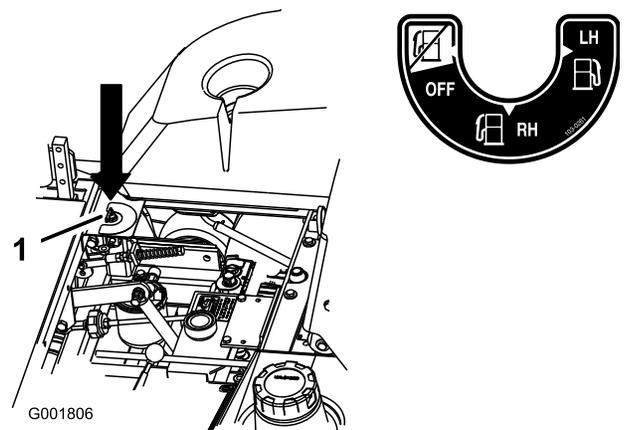

Figura 7
La unidad tiene dos depósitos de combustible. Un depósito está en el lado izquierdo y el otro está en el lado derecho. Cada depósito está conectado a la válvula selector de combustible. Desde allí, un tubo de combustible común va al motor (Figura 7).
Para utilizar el depósito de combustible del lado izquierdo, gire la válvula selector de combustible a la posición de la izquierda (LH). Para utilizar el depósito de combustible del lado derecho, gire la válvula selector de combustible a la posición de la derecha (RH) (Figura 7).